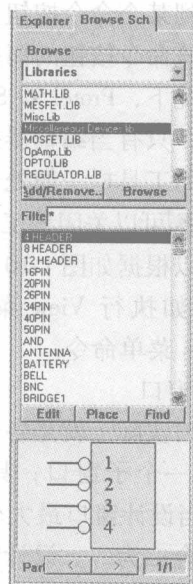

图 1-13 浏览管理器
(2) 浏览管理器 浏览管理器与文件管理器占据同一窗口区域,用户只要在设计管理器中单击顶部的 Browse Sch 或 Browse PCB 标签,就可以打开浏览管理器,如图 1-13 所示。
各个编辑器的浏览管理器是不同的。图 1-13 所示是原理图编辑器的浏览管理器,可以用于管理原理图的库元件、网络、当前所编辑的对象等。